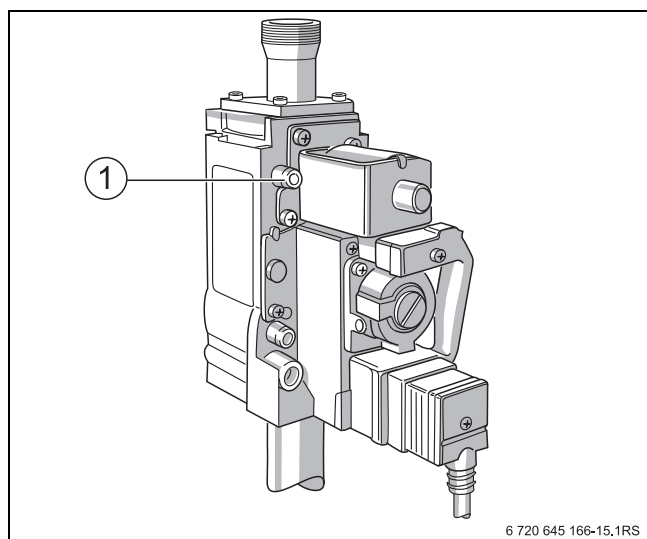

Рис. 66 Удаление воздуха из газопровода
- ▶ Снимите измерительный шланг и заверните запорный винт измерительного штуцера. (→рис. 66 [1]).